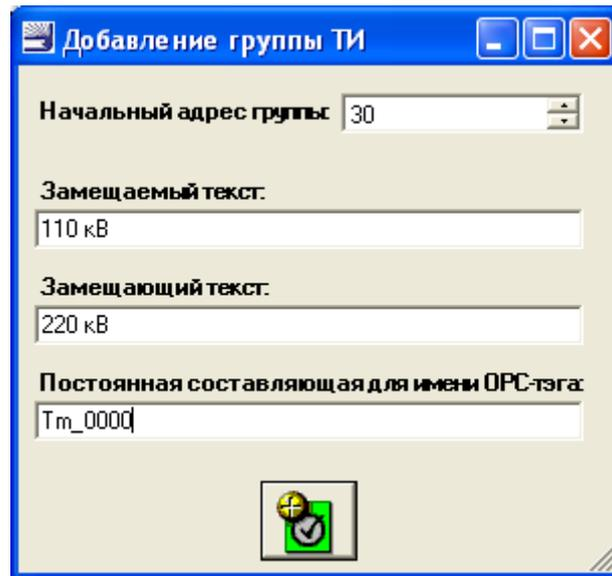
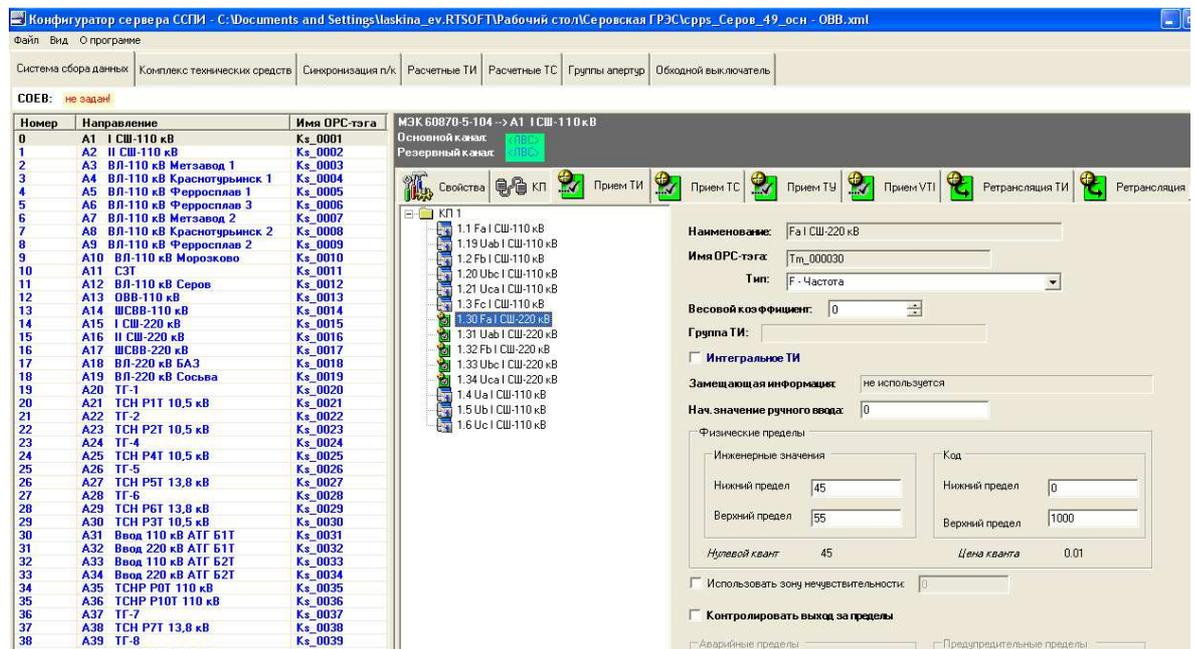

Рисунок 30. Окно «Добавление группы ТИ»
Рисунок 31. Добавление к списку новых телеизмерений при копировании группы
- 4) Нажмите на кнопку  или нажмите клавишу Enter. Окно закроется, а созданные ТИ отобразятся в списке телеизмерений (см. рисунок 31).
«Тm_0000». Для этого в поле «Начальный адрес группы» запишем 30, в поля «Замещаемый текст» и «Замещающий текст» - «110 кВ» и «220 кВ», в поле «Постоянная составляющая для имени ОРС-тэга» - «Тm_0000» (см. рисунок 30). В результате копирования к списку добавляется 5 новых телеизмерений с адресами с 30 по 34, в наименовании текст «110 кВ» поменялся на «220 кВ», а имена ОРС-тэгов получились следующие: «Тm_000030», «Тm_000031», «Тm_000032», «Тm_000033», «Тm_000034» (см. рисунок 31).